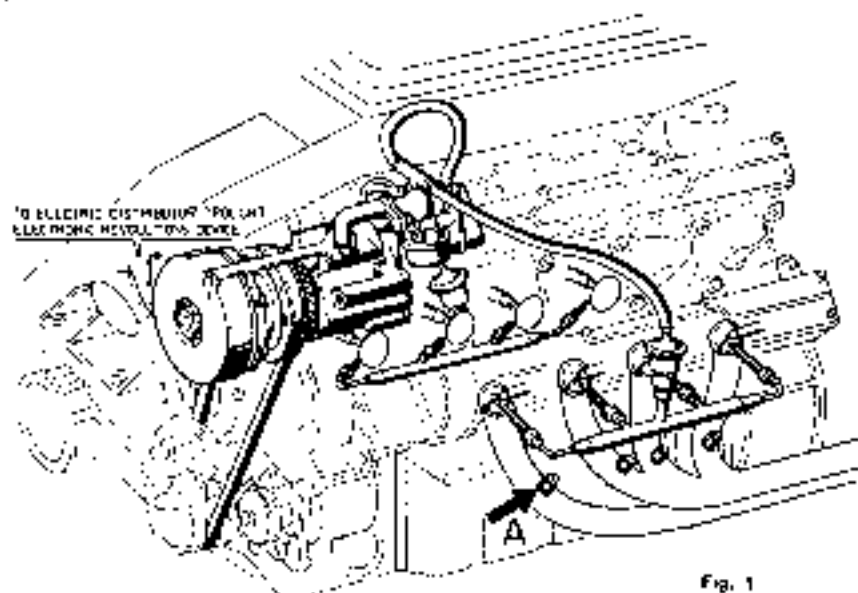
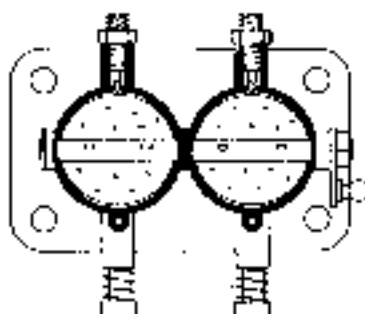

Fig. 1
Fig. 5
- 1) controllare con un banco di prova (strumento Bosch CO Tester) che il CO minimo del motore sia tra 0,4 - 0,9 con il motore a freddo, e 0,2 - 0,4 con il motore a caldo. Il controllo deve essere effettuato su ogni tubo di scapico (A Fig. 1). Se si supera tali valori controllare le candele, il livello del liquido nei carburatori, i getti e l'apertura del farfalla dei carburatori che possono essere sincronizzati tramite le viti di regolazione (Fig. 5).
- 1) check with a tester that the CO with engine idling is within 0.4 - 0.9 at cold engine 0.2 - 0.4 at hot engine. The control must be made on each exhaust pipe (A Fig. 1). If it exceeds this value check the spark plugs, the fuel level in the carburetors, the carburetor jets and the opening of the carburetors throttles which must be synchronised, by means of the screws (of Fig. 5).
Il solo strumento che raccomandiamo a nostri clienti e assistenti per il controllo dell'emissione delle scorie è un tester CO con analizzatore a raggi infrarossi. In commercio ne esistono vari tipi, quello che usiamo e che consigliamo è il tipo BOSCH CO Tester - Abgtester Glaw 215, il cui sistema e il funzionamento dello strumento è spiegato nella pagina seguente e nella Fig. 5.